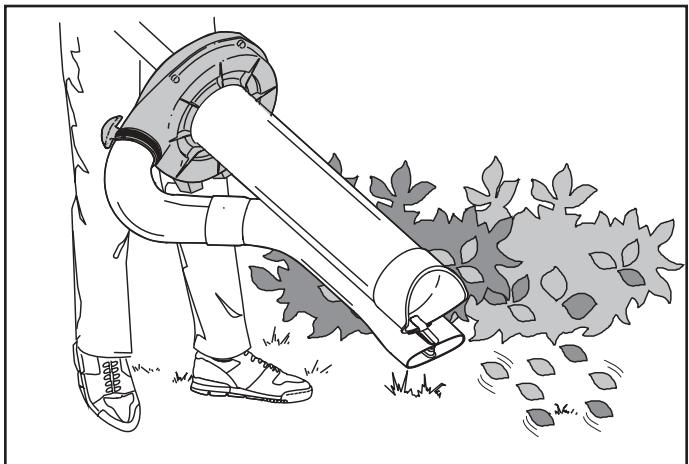

Fig. 10
1. Vous pouvez souffler les débris le long des bâtiments, des arbres, des arbustes et des massifs de fleurs, ou les entasser. (Fig. 10)